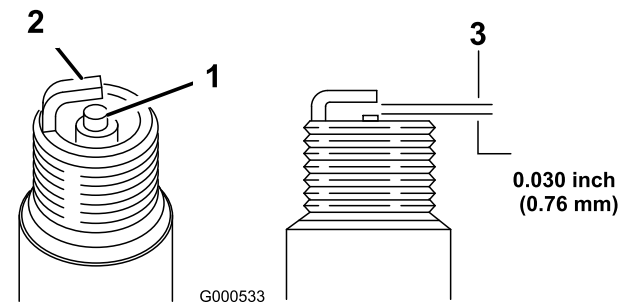

Bild 32
1. Sehen Sie sich die Mitte der Zündkerze an (Bild 32). Wenn der Kerzenstein hellbraun oder grau ist, ist der Motor richtig eingestellt. Eine schwarze Schicht am Kerzenstein weist normalerweise auf einen schmutzigen Luftfilter hin.
2. Prüfen Sie den Abstand zwischen den mittleren und seitlichen Elektroden (Bild 32). Verbiegen Sie die seitliche Elektrode (Bild 32), wenn der Abstand nicht stimmt.